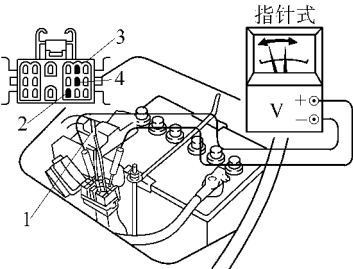

图 2-140 将电压表连接到接插件端子之间
1) 预热发动机，将电压表连接到检查用接插件的端子 VF1 和 E1 之间，如图 2-140 所示。